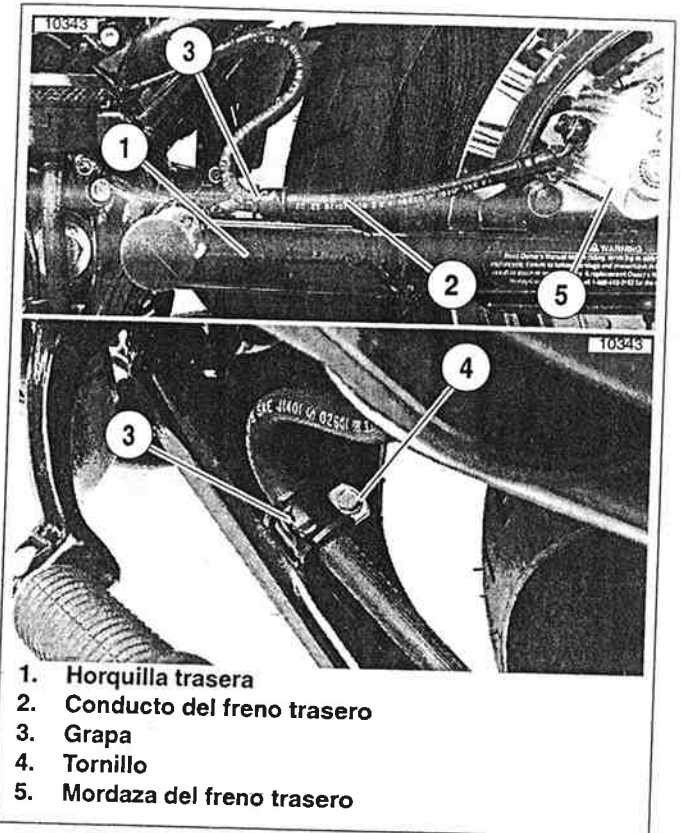

Figura 1-43. Conducto del freno trasero
La línea del freno trasero está firmemente sujeta en la grapa a la horquilla trasera para evitar la rozadura de la línea del freno en la grapa. Vea la Figura 1-43. Debe mantenerse una pequeña holgura en la línea del freno trasera (2) entre la grapa (3) y la mordaza trasera (5) cuando se ajusta la rueda trasera.
1. Vea la Figura 1-43. Quite el tornillo (4) de la grapa (3) en el conducto del freno trasero (2).
- a. Apriete la tuerca del eje (4) a 98-106 N·m (72-78 lb·pie). Instale la presilla "E" (1).
- b. Vea la Figura 1-43. Vuelva a colocar la grapa (3) en el conducto del freno trasero (2) y asegure la grapa a la horquilla trasera (1) con el tornillo (4). Apriete a 3,4-4,5 N·m (30-40 lb·pulg.).